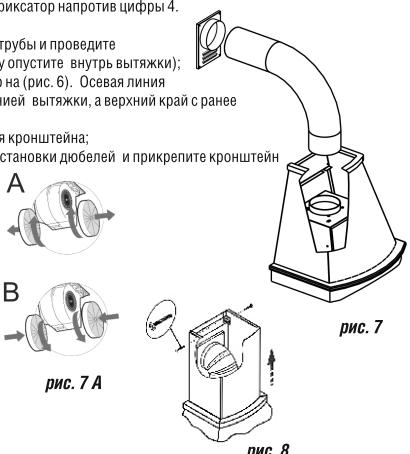

рис. 8
6.4 Выдвиньте фальштрубу, оденьте ее на кронштейн (рис. 8) и закрепите винтами.